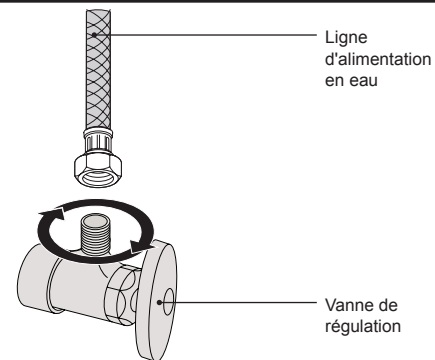

Figure 17
- ❶ Raccorder la ligne d'approvisionnement en eau à la valve de contrôle de l'eau normalement situé à l'arrière et vers la gauche face à la toilette (Figure 17).
- ❷ Ouvrir l'eau lentement et vérifier s'il ya des fuites.
- ❸ Si les fuites sont constatées, éteindre l'eau et resserrer toutes les connexions. Tourner le dos de l'eau ON.
- ❹ Purger le WC et de continuer à vérifier les fuites. C'est une bonne idée de vérifier s'il ya des fuites pendant 3 jours ou plus après l'installation.